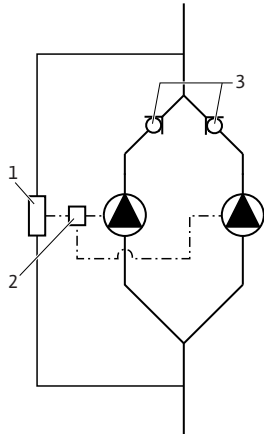

Fig. 19: Instalación de tubería en Y
Si dos bombas simples instaladas en tubería en Y han de ser alimentadas por un sensor de presión diferencial (Fig. 19, pos. 1), es necesario utilizar un divisor DDG (Fig. 19, pos. 2).
El sensor de presión diferencial (Fig. 19, pos. 1) debe estar conectado delante y detrás de las clapetas antirretorno colocadas en la construcción en tubería en Y (Fig. 19, pos. 3).